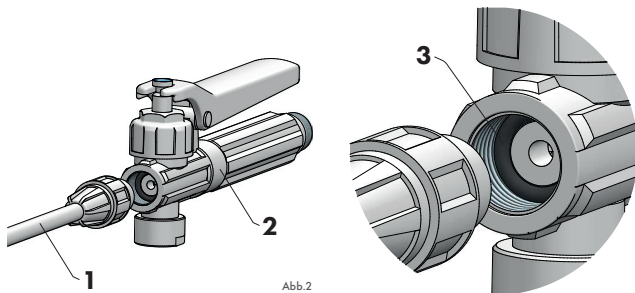

Abb.2
2. Überprüfen Sie, ob ein O-Ring (Abb. 2/Pos. 3) im Gehäuse des Kolbenventils (Abb. 2/Pos. 2) vorhanden ist und verbinden Sie ihn mit der Lanze (Abb. 2/Pos. 1) durch Eindrehen, um eine feste Verbindung zu erhalten.